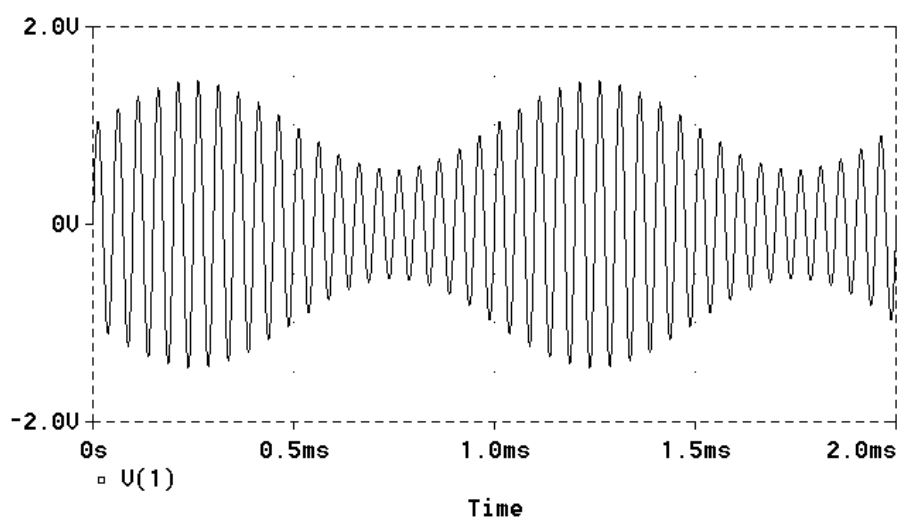

Figura 5.32. Semnal modulată în amplitudine
5. Vizualizați semnalul  $u(t)$  în *Probe* (figura 5.32).